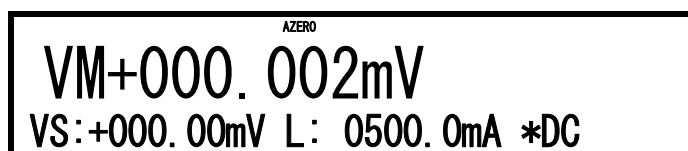

図 1-10 VSVM 320 mV レンジ 0 V 測定の表示
**OPERATE** キーのランプが点灯し、VSVM 測定を行います (図 1-10 参照)。